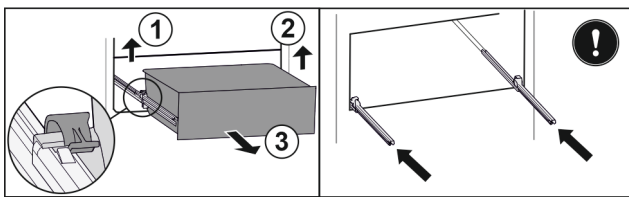

Fig. 39
- ▶ Linker klem optillen en gelijktijdig lade links naar voren trekken. Fig. 39 (1)
- ▶ Rechter klem optillen en gelijktijdig lade rechts naar voren trekken. Fig. 39 (2)
- ▶ Lade naar voren toe verwijderen. Fig. 39 (3)